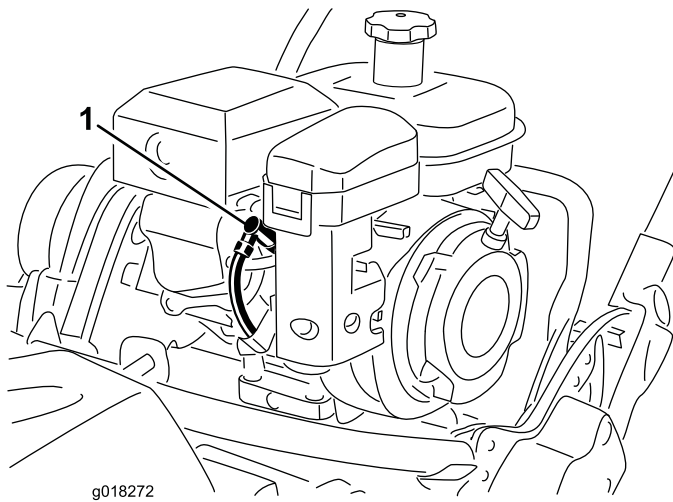

Bild 35
1. Ziehen Sie den Zündkerzenstecker ab (Bild 35).